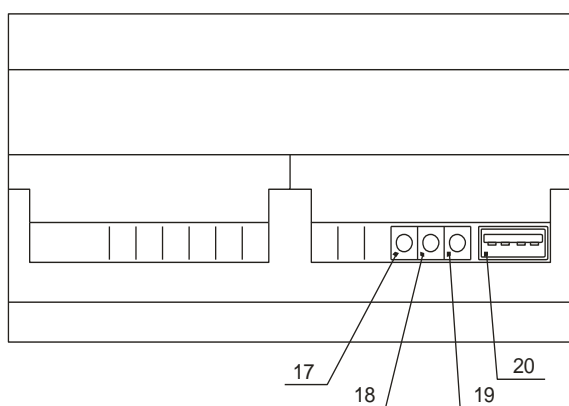

Рисунок 1- общий вид реле РКЗМ-Д, расположение его органов управления и индикации
9.2 Индикация принимаемых пакетов по шине RS-485 осуществляется индикатором “опрос” (рис.1). При приеме адресованного устройству пакета индикатор изменяет свое состояние на противоположное (гаснет или загорается).
9.7.1 Индикация текущего адреса устройства на шине RS-485 осуществляется при включении, с помощью светодиодов «связь» и «опрос» рисунок 1. Адрес может принимать значение в интервале 1 – 247. По умолчанию производителем присвоен адрес - 1.
9.7.3 Одновременно горящие светодиоды «опрос» (рис.1) и «связь» обозначают разряд сотен адреса, отдельно горящий светодиод «опрос» обозначает разряд десятков адреса, отдельно горящий светодиод «связь» обозначает разряд единиц адреса.